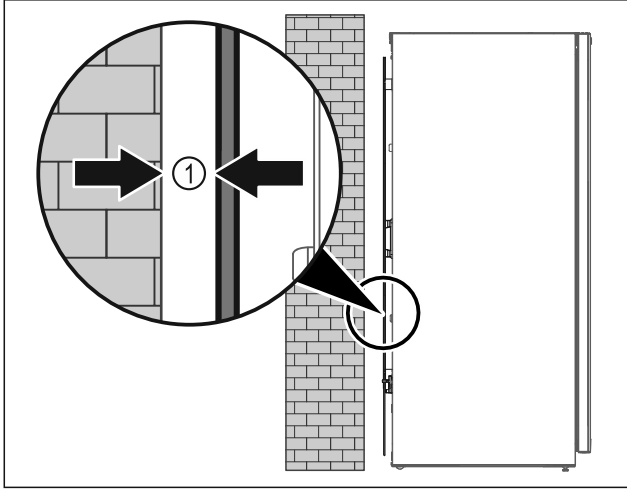

Fig. 4
- ▶ Pystytä laite joko huonetilaan vapaasti seisomaan tai suoraan seinän viereen noudattaen 5 mm Fig. 4 (1) vähimmäisetäisyyttä.